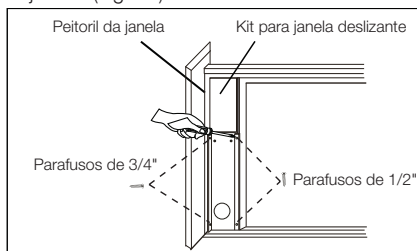

Fig. 20
3. Feche a janela e ajuste-a com firmeza contra o kit para janela deslizante. (Fig. 20)
4. Utilize dois parafusos de 1/2" para fixar o kit para janela deslizante à janela. (Fig. 20)
5. Utilize dois parafusos de 3/4" para fixar o kit para janela deslizante ao peitoril da janela. (Fig. 20)